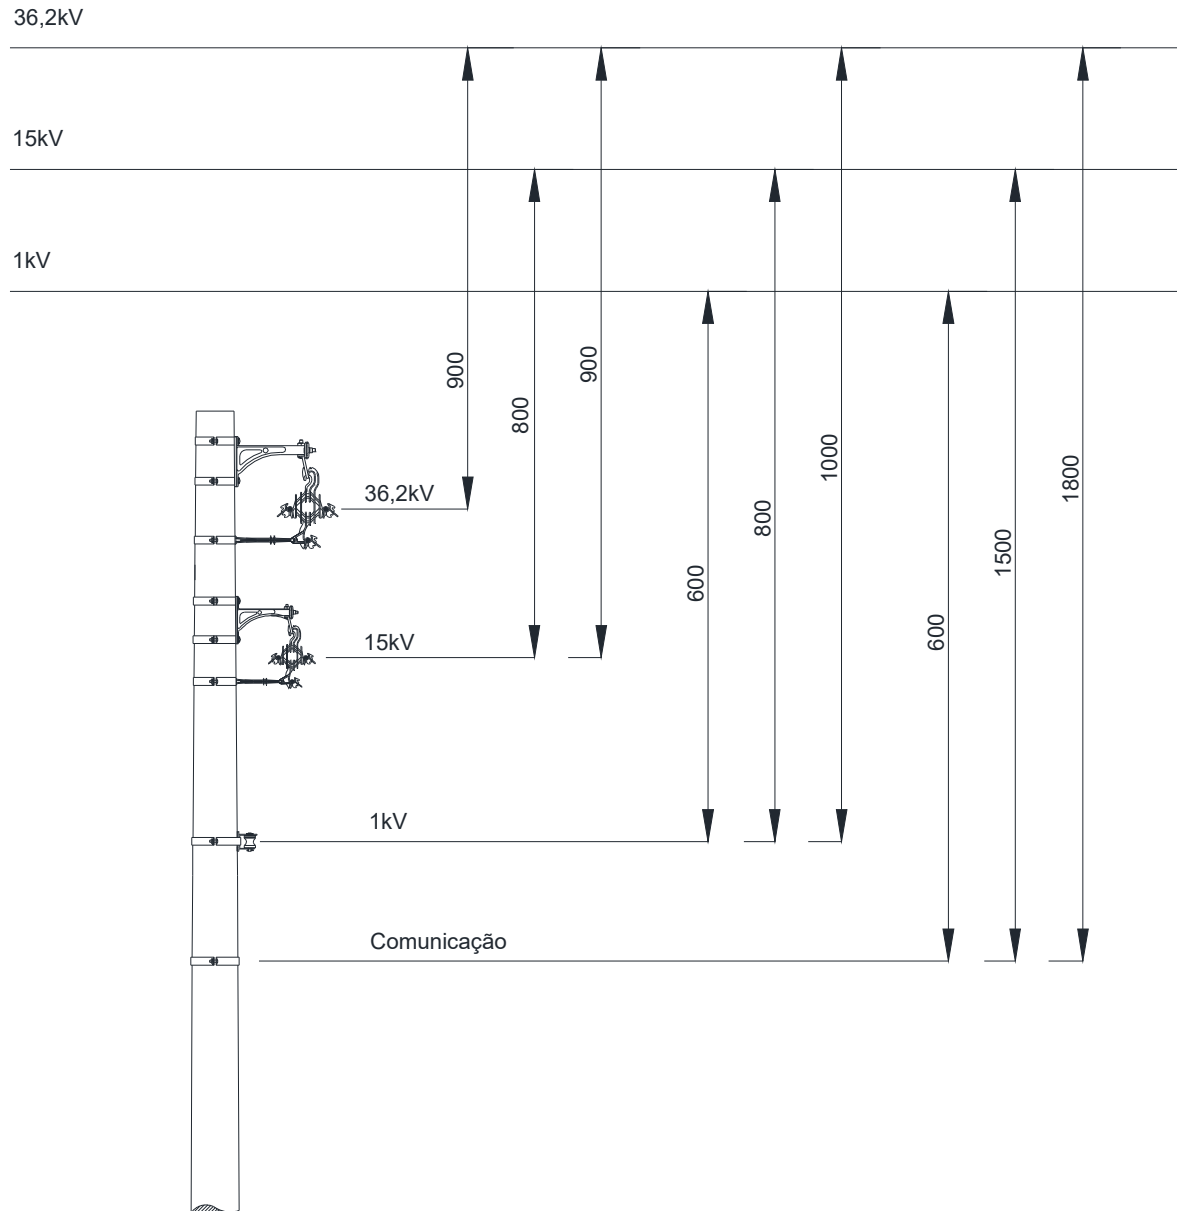

Figura 3 – Afastamentos mínimos – Circuitos diferentes
- Os valores indicados são para o circuito mais próximo do solo na condição de flecha máxima. Em caso de mais de um circuito devem ser mantidos os afastamentos mínimos definido na Figura 3;